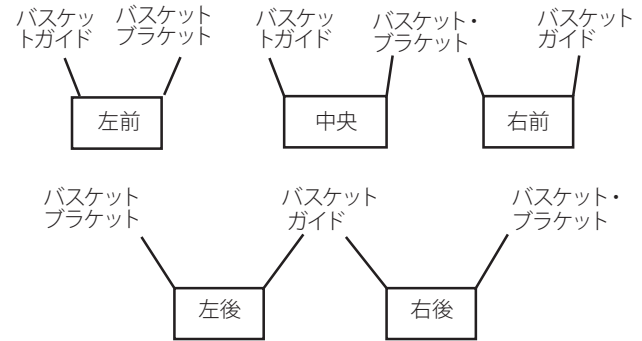
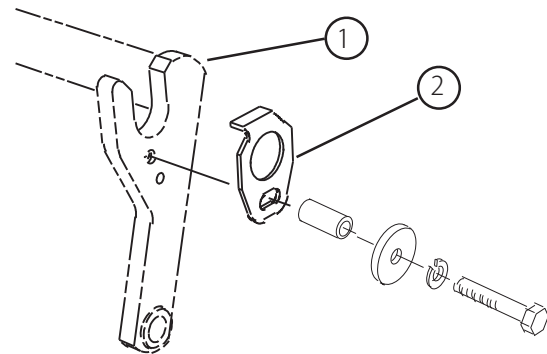
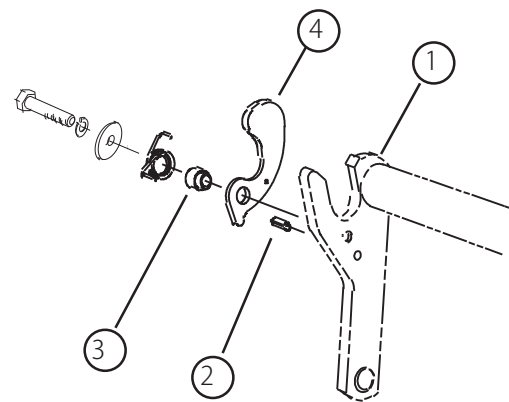

図5
図6
図7
2. 集草バスケットを取り付ける場合には以下のチャート(図5)にしたがって、バスケット・ガイドおよびバスケット・ブラケットの取り付け場所を決める。集草バスケットを取り付ける場合には、手順5に進む。
3. バスケット・ガイド(図6)を各カッピングユニットのキャリアフレーム(図7)の所定位置に取り付ける;キャップスクリュ(5/16 x 1-3/4 in)、平ワッシャおよびロック・ワッシャまたは先ほど取り外したを使用する。
4. ロールピン(図7)を、各カッピングユニットのキャリアフレーム(図5)の片側に取り付ける。